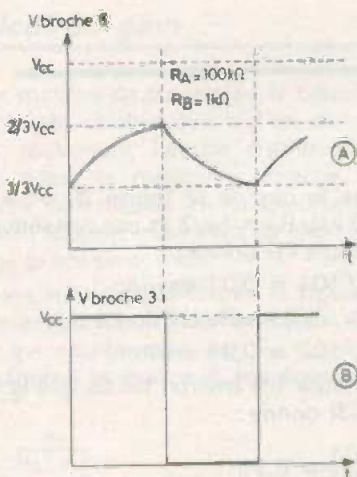

Fig. 3
Dans le cas de la figure 3, on a  $R_A = 100 \text{ k}\Omega$ ,  $R_B = 1 \text{ k}\Omega$  et par conséquent, la formule (1) donne :